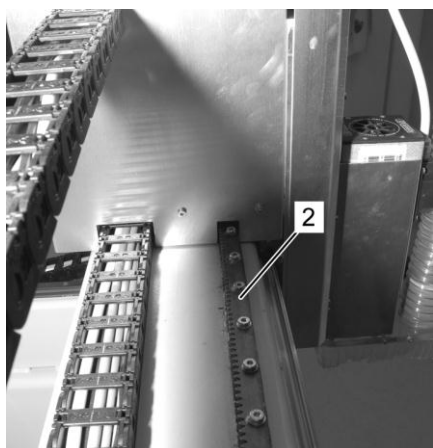

Abb. 39: Y-Achse
4. Zahnstange (Abb. 39/2) der Y-Achse mit einem fusselfreien und mit Leichtlauffett benetzten Lappen einfetten.